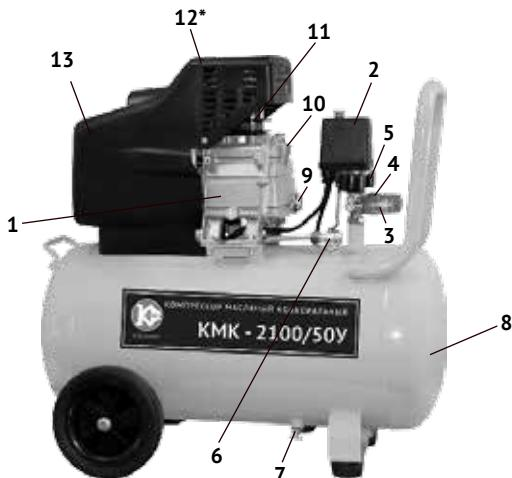
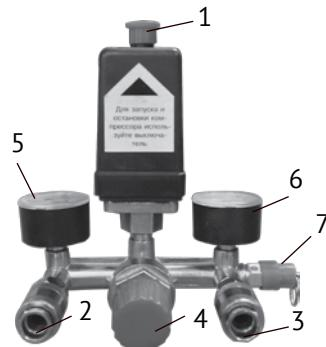

рис. 1
рис. 3
4.1 Общий вид компрессора схематично представлен на рис.1
4.2 Картер компрессорной группы (рис.1 поз.1) с двигателем закреплены на металлическом корпусе ресивера (рис.1 поз.8). Двигатель закрыт пластиковым кожухом (рис.1 поз.13). Вращение якоря двигателя преобразуется кривошипно-шатунным механизмом в возвратно-поступательное движение поршня. Сжатый воздух из выпускного клапана цилиндра подаётся в ресивер. При подключении к быстроразъёмным выходным штуцерам (рис.1 поз.3) коллектора пневмоинструмента, сжатый воздух подаётся к инструменту. Выходное давление в штуцерах регулируется редуктором (рис.1 поз.4) и контролируется манометрами.
При подключении компрессора к сети питания, убедитесь что, выключатель реле давления (рис.3 поз.1) находится в позиции «Выкл», положение «Отжато». Запустите компрессор, переведя выключатель в позицию «Вкл», положение «Нажато». Для обеспечения хорошей работы компрессора при первом запуске
рекомендуется оставить компрессор работающим в течение 5 - 8 минут с полностью открытыми выходными кранами (рис.3 поз.2,3) и редуктором (рис.3 поз.4), после чего откройте вентиль слива конденсата (рис.1 поз.7), находящийся снизу ресивера и слейте конденсат. После первых 5-ти часов работы компрессора прорвите крепление винтов головки цилиндра и кожуха двигателя (рис.1 поз.13).
Давление в ресивере показывает манометр расположенный справа (рис.3 поз.6), в то время как манометр находящийся слева (рис.3 поз.5), показывает давление на выходе, которое может регулироваться с помощью редуктора (рис.3 поз.4). Выходной штуцер (рис.3 поз.3) выдаёт сжатый воздух с максимальным рабочим давлением (в ресивере), а выходной штуцер (рис.3 поз.2) выдаёт сжатый воздух с рабочим давлением, установленным с помощью редуктора (рис.3 поз.4).
Так же компрессор оснащён предохранительным клапаном (рис.3 поз.7) для ограничения максимального давления в ресивере.
7.3 По окончании работы полностью сбросьте давление, открыв выходной штуцер (рис.3 поз.3).